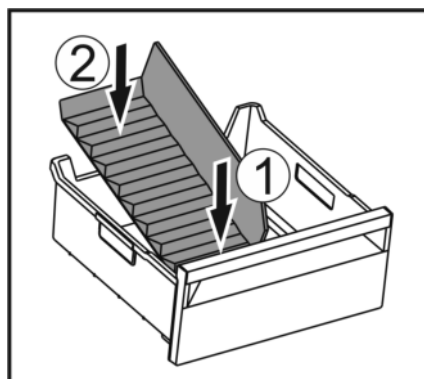

Fig. 107
- ▶ Vorderen Teil des Eisfach-Trenners einsetzen. Fig. 107 (1)
- ▶ Hinteren Teil des Eisfach-Trenners bis zum Schubfachboden absenken. Fig. 107 (2)